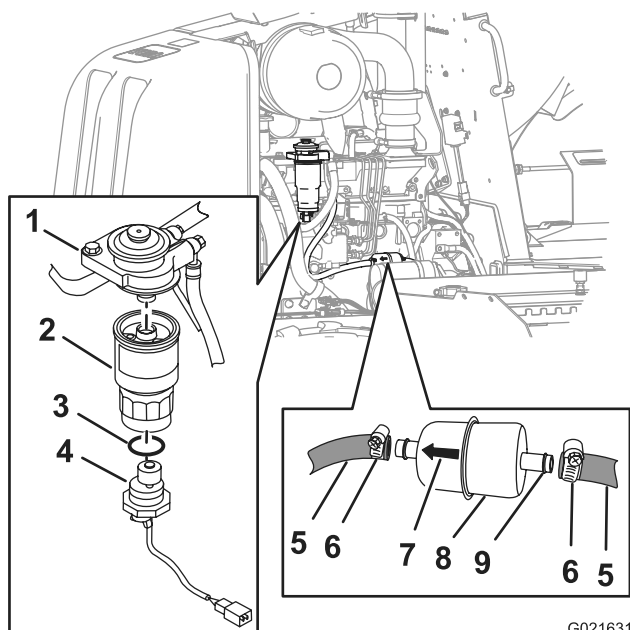

Figure 128
4. Desserrez les colliers et séparez le préfiltre des flexibles de carburant (Figure 128).
5. Alignez le préfiltre neuf sur les flexibles en dirigeant vers l'avant la flèche imprimée sur le filtre (Figure 128).
6. Enfilez les flexibles sur le raccord du préfiltre et serrez les colliers (Figure 128).
- C. Saisissez fermement l'élément filtrant secondaire et tournez le capteur d'eau dans le sens antihoraire, puis déposez le capteur d'eau (Figure 128).
- D. Saisissez fermement l'élément secondaire du filtre à carburant et tournez-le dans le sens antihoraire, puis déposez-le de l'adaptateur (Figure 128).
- B. Alignez l'élément secondaire neuf sur l'adaptateur (Figure 128).
- D. Alignez le joint torique neuf sur le capteur d'eau (Figure 128).
- E. Alignez le capteur d'eau au bas de l'élément secondaire (Figure 128).
- F. Saisissez fermement l'élément secondaire et tournez le capteur d'eau à la main dans le sens horaire jusqu'à ce qu'il soit serré (Figure 128).